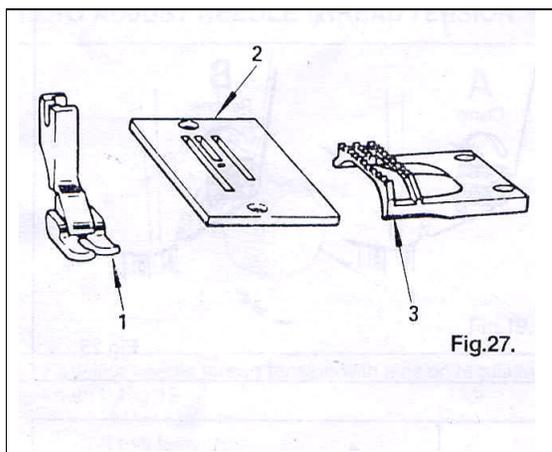

Fig.27.
L'équipement pied presseur (1), plaque aiguille (2), et griffe (3), montré en figure 27 sont adaptés à la couture point droit uniquement